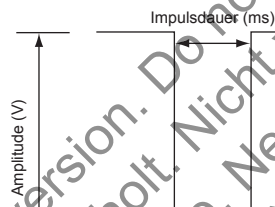

Abbildung 2-6. Impulsform
- Die an das Herz abgegebene Energie ist direkt proportional zur Impulsdauer; eine Verdopplung der Impulsdauer verdoppelt die abgegebene Energie. Daher kann die Programmierung einer geringeren Impulsdauer bei Beachtung einer angemessenen Sicherheitsmarge die Funktionsdauer der Batterie verlängern. Achten Sie bei der Programmierung permanenter Impulsdauer-Werte unter 0,3 ms darauf, einen Stimulationsverlust (Loss of Capture) zu vermeiden (Abbildung 2-6 auf Seite 2-13).
Die Impulsamplitude, oder die Spannung des Stimulationsimpulses, wird an der Anstiegsflanke des Stimulationsimpulses gemessen (Abbildung 2-6 auf Seite 2-13).